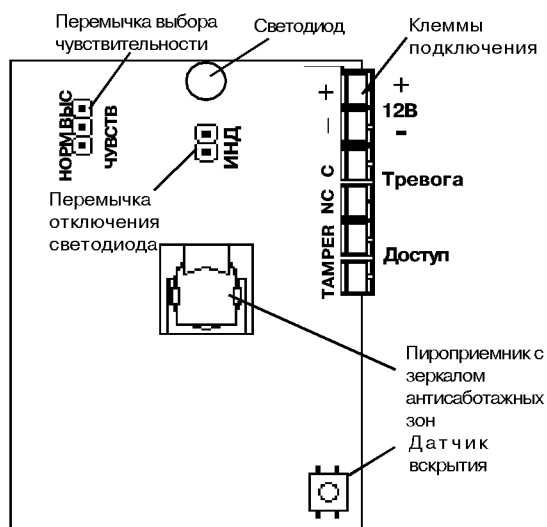

Рис. 5 Печатная плата
- Установите перемычки (рис.5) в соответствии с конкретными условиями применения.
Для отключения индикатора после проверки извещателя удалите перемычку ИНД. Расположение перемычки указано на рис. 5. Установите перемычку на один из штырьков для ее последующего использования при проверке.